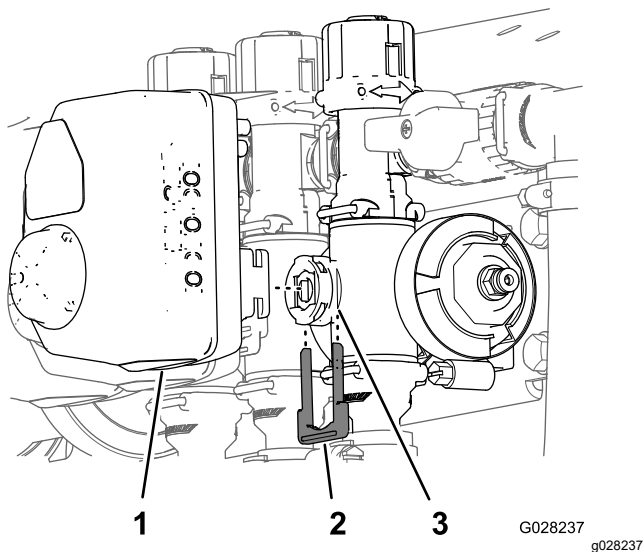

Figure 13
1. Retirez l'étrier qui fixe l'actionneur à la valve du collecteur pour la vanne de section ou la vanne d'agitation (Figure 13).